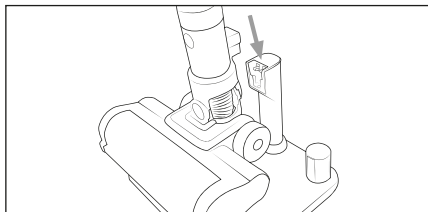

Fig. 6
❶ Bemærk
- ▶ Produktet er udstyret med en temperaturovervågning til beskyttelse af batteriet ❶. Ved høje omgivelsestemperaturer kan opladningen af produktet i sjældne tilfælde blive afbrudt, eller produktet kan blive slukket automatisk:
- Batteriindikatoren ❷ blinker med et interval på et sekund, når produktet oplades. Opladningen afbrydes og genoptages automatisk, når produktets temperatur er faldet igen.
- Batteriindikatoren ❷ blinker ti gange med et interval på et halvt sekund, når produktet anvendes. Produktet slukkes automatisk. Lad produktet køle af i ca. 20–30 minutter, før det tændes igen.
- ◆ Sæt produktet på ladestationens ❶ holder ❷. Sørg for, at produktets og ladestationens ❶ ladekontakter ❸ har fuldstændig kontakt. Batteriindikatoren ❷ begynder at blinke, og opladningen starter (se fig. 6 og 7).